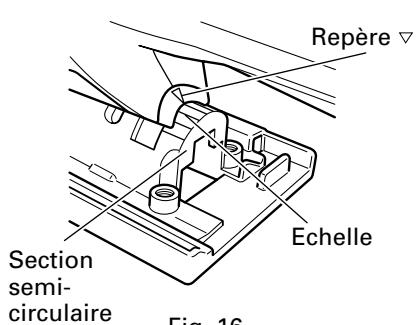

Fig. 16
- (2) Aligner l'échelle (de 0 degré à 45 degrés par incrément de 15 degrés) de la section semi-circulaire de la base sur le repère [▽] du couvercle du réducteur. (Fig. 16)